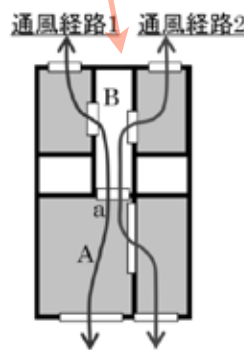

図2 2本の通風経路が空間・開口部を重複して通過する例
通風経路③にはまた、1つの空間の1つの開口部を複数の通風経路が通過する設定を行うことも可能です（図2）。